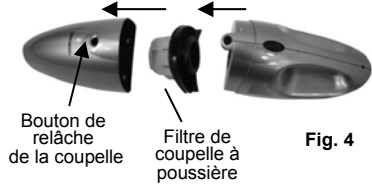

Fig. 4
2. Vérifiez que le filtre à poussière est à l'intérieur et rattachiez la coupelle sur l'aspirateur portatif. (Fig. 4)